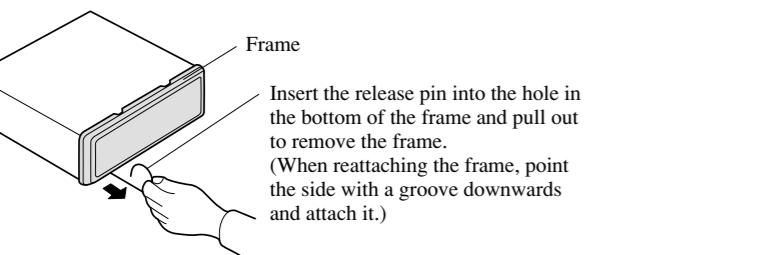
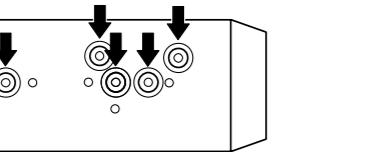
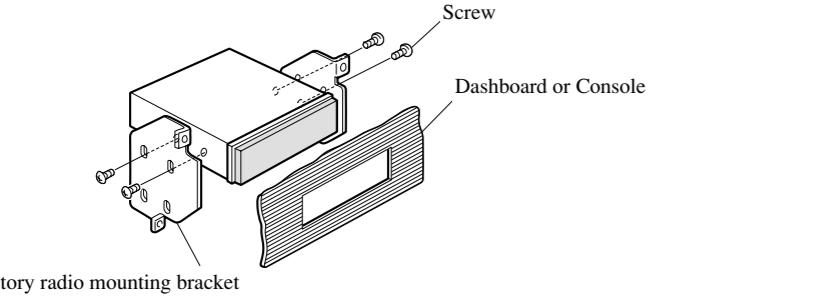

Fig. 8
Fig. 9
Fig. 10
1. Remove the frame. (Fig. 8)
2. Fastening the unit to the factory radio mounting bracket. (Fig. 9) (Fig. 10)
Montage DIN arrière**Installation en utilisant les trous de vis sur les côtés de l'appareil****1. Enlever le cadre. (Fig. 8)****Fig. 8****2. Fixation de l'appareil au support pour le montage de la radio installée par le constructeur. (Fig. 9) (Fig. 10)**